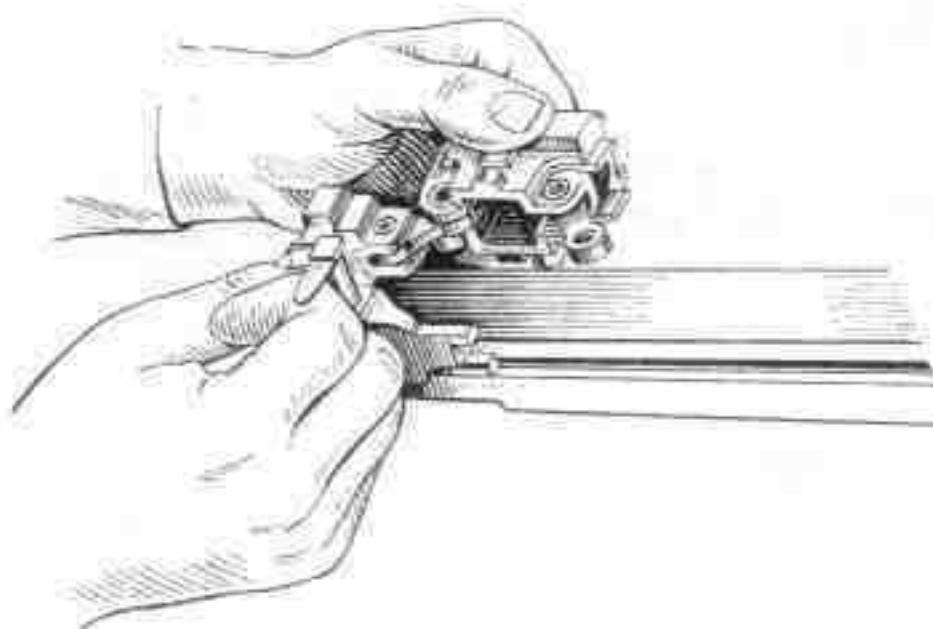
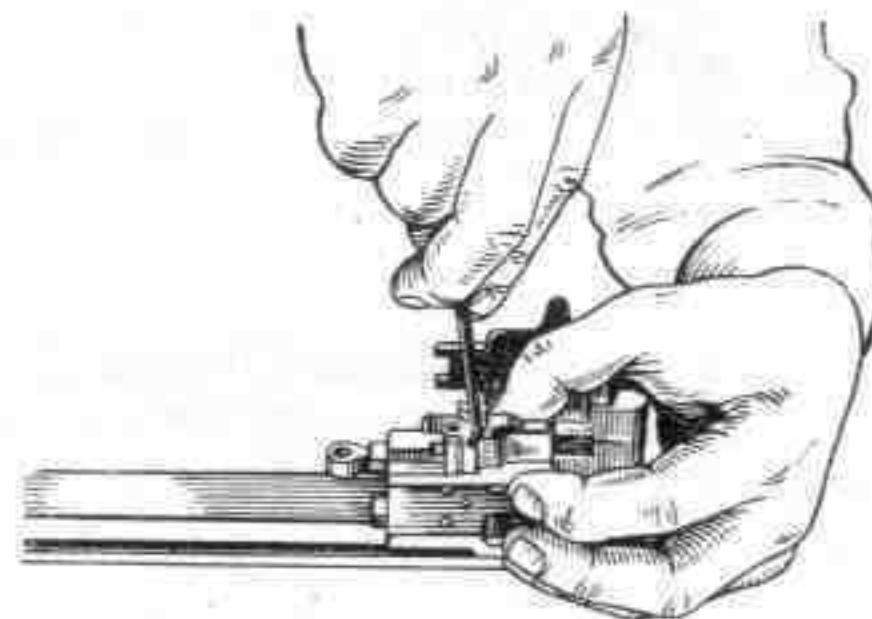

Рис. 22. Отведение затвора влево
Рис. 23. Отделение чеки зацепов и бойка
9) **Разобрать затвор.** Повернуть фляжок чехла затвора вправо и приподнять ее вверх, освободив правую сергу; повернуть затвор влево на другую сергу (рис. 22); выбить выколоткой чеку зацепов и бойка, придерживая затвор левой рукой, и отделить от затвора чеку с пружинами (рис. 23); вытолкнуть чеку со стороны зеркала затвора (рис. 24); выбить выколоткой чеку фиксаторов, придерживая затвор и фиксаторы левой рукой, и отделить фиксаторы с пружинами.